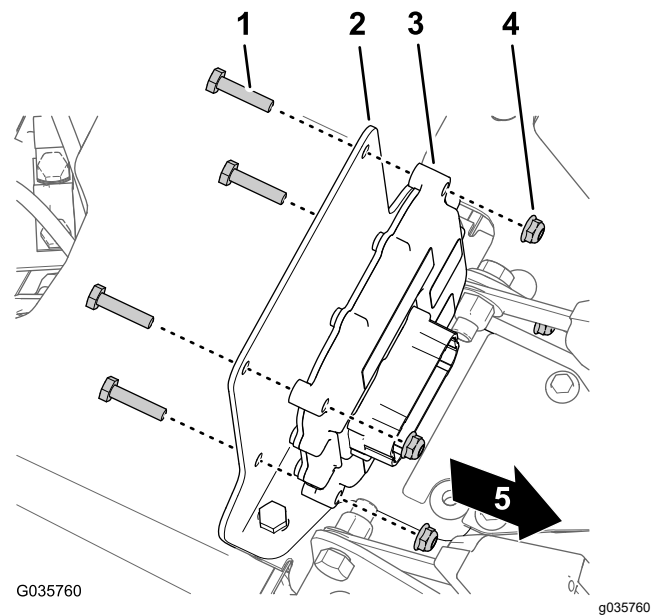

Рисунок 32
2. **На машинах выпуска 2015 г. и более ранних моделях** найдите выбивную заглушку между внутренними сторонами креплений ремней безопасности оператора и пассажира и удалите заглушку из основания консоли (**Рисунок 32**).
3. Прикрепите электронный контроллер к монтажному кронштейну (**Рисунок 32**) с помощью 4 болтов ($\frac{1}{4} \times 1\frac{1}{8}$ дюйма) и 4 контргайек ($\frac{1}{4}$ дюйма).